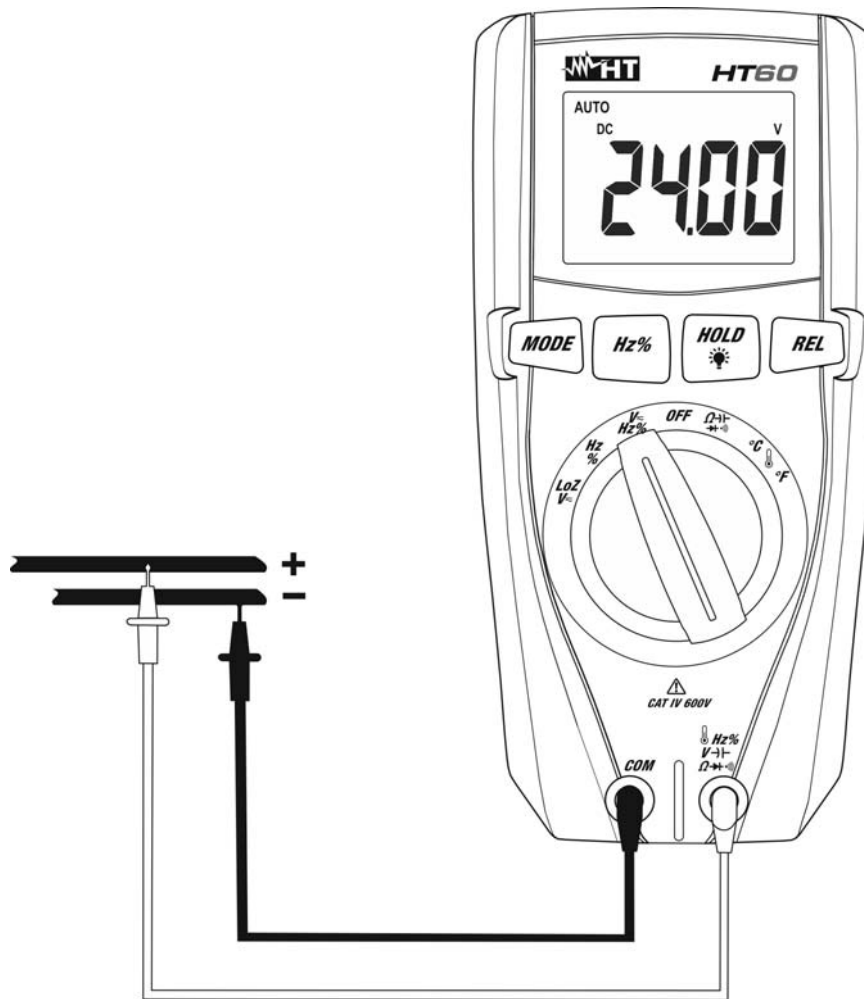
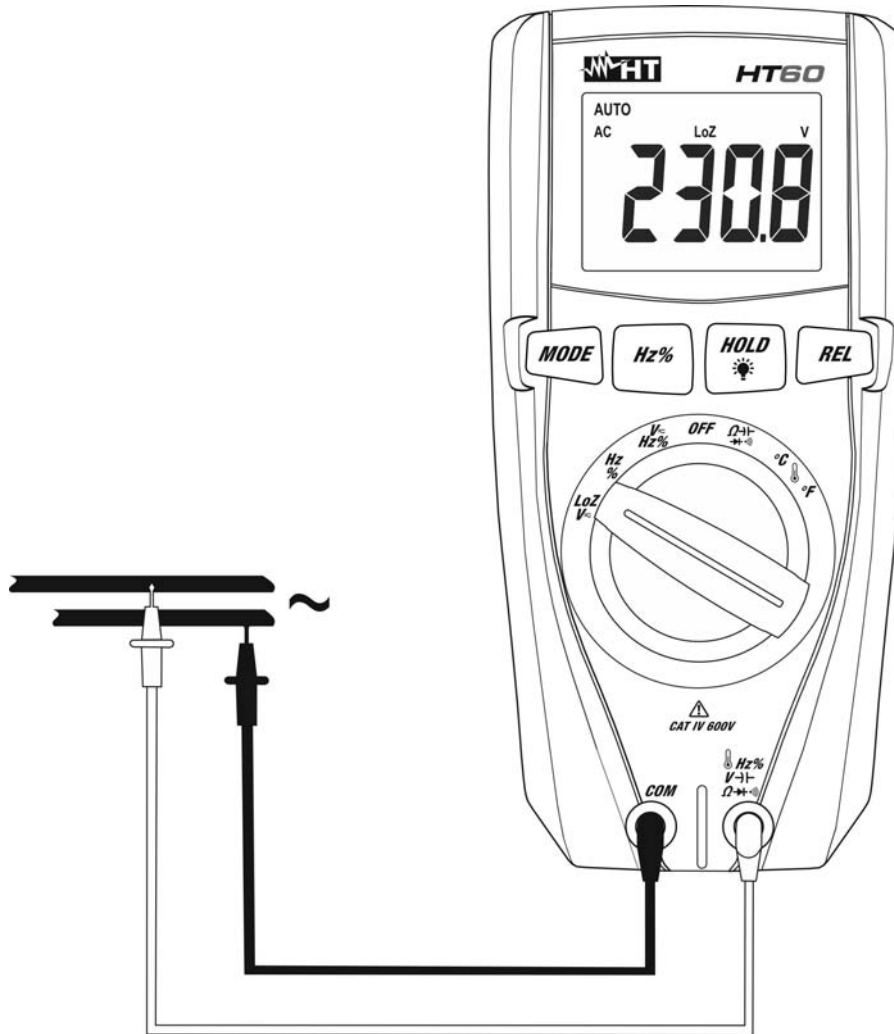

Fig. 2: Uso del instrumento para medida de Tensión CC
Fig. 4: Uso del instrumento para medida de Tensión CA/CC con función LoZ
4. Posicione la punta roja y la punta negra respectivamente en los puntos a potencial positivo y negativo del circuito en examen (vea Fig. 2). El valor de la tensión se muestra en pantalla
6. La visualización del símbolo "-" en la pantalla del instrumento indica que la tensión tiene sentido opuesto respecto a la conexión de Fig. 2
4. Posicione la punta roja y la punta negra respectivamente en los puntos deseados del circuito en examen (vea Fig. 4) para la medida de tensión CA o en los puntos a potencial positivo y negativo del circuito en examen (vea Fig. 2) para la medida de tensión CC. El valor de la tensión se muestra en pantalla